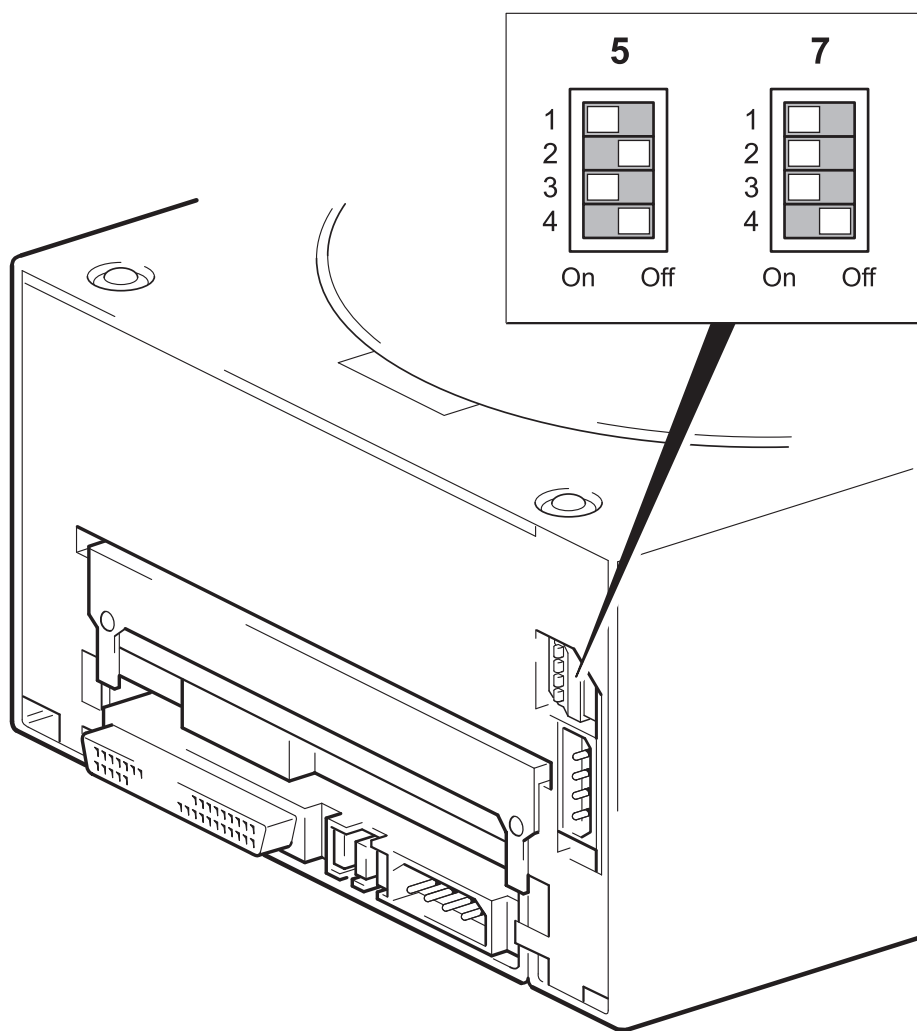

図 4: オプション・スイッチの確認
- 1 オートローダのオプション・スイッチ（図 4 の上のスイッチ）が、上の表に示されている正しい値に設定されているか確認してください。Solaris v. 2.6 またはそれ以前を実行している Sun ワークステーションのみ、スイッチの値を 5 に変更してください。
- 2 オプション・スイッチがご使用のシステムに合った値に設定されていない場合は、ドライブの背面にあるコンフィグレーション・スイッチ（図 4）をデフォルト設定から変更してください。